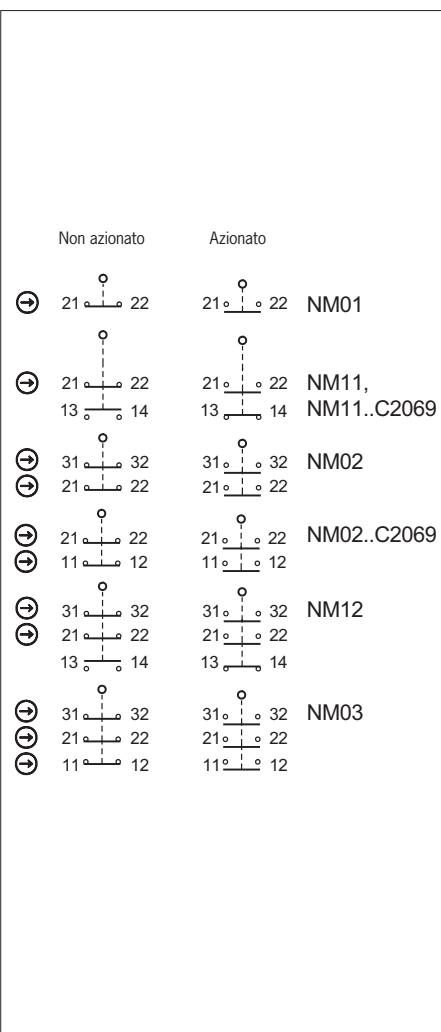

Fig. 3: Microinterruttori e commutazioni
Occorre utilizzare almeno un contatto  $\ominus$ . Questo segnala la posizione del riparo (per la disposizione dei contatti vedere Fig. 3).
3. Collegare e serrare i morsetti con una coppia di 0,5 Nm (per la disposizione dei contatti vedere Fig. 3).